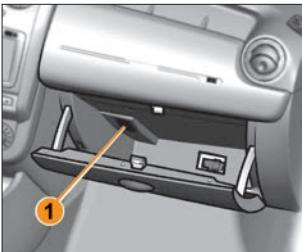

Рис. 6.13.11. Плафон освещения вещевого ящика (в вариантом исполнении)
**Лампа освещения вещевого ящика (в вариантом исполнении).** Для замены лампы в плафоне освещения вещевого ящика проделайте следующие действия (рис. 6.13.11, 6.13.12):